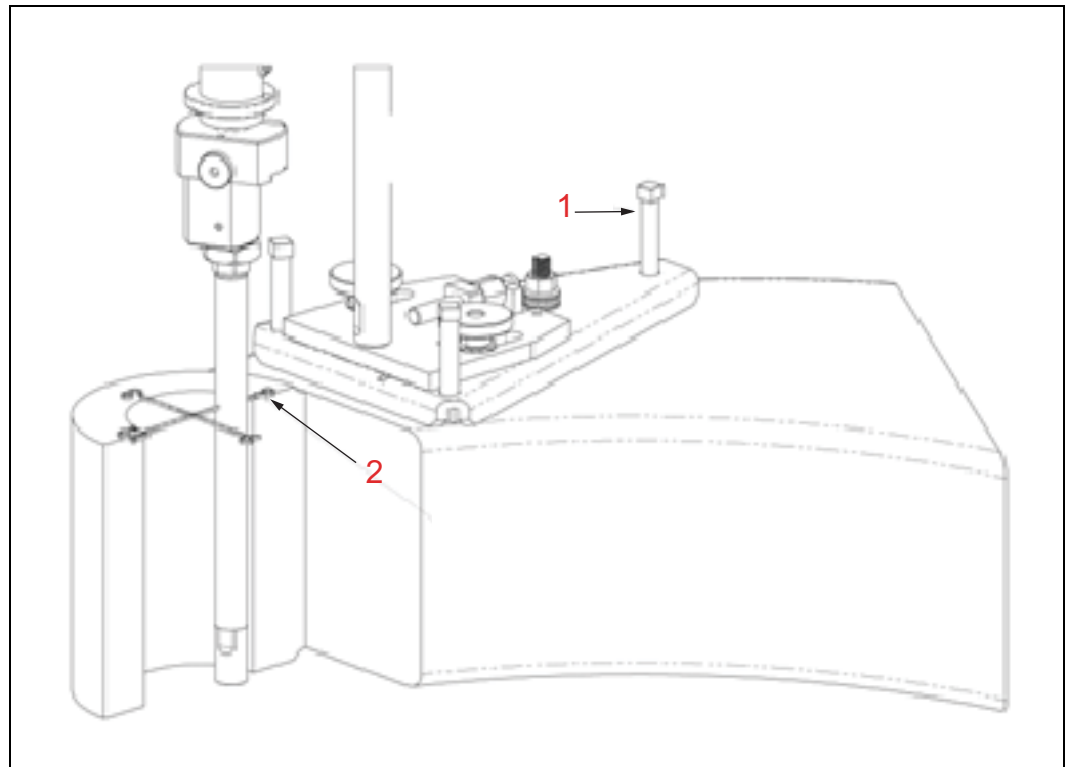

FIGURE 3-6. ALIGNEMENT À 6 HEURES
- Déplacez le BoreWelder vers l'avant ou l'arrière jusqu'à ce que l'extension fixée se rapproche de la surface de l'alésage dans la position 6 heures ou 12 heures (voir la Figure 3-6 à la page 44). Ajustez le vérin arrière au besoin pour positionner l'extension parallèle à l'alésage.